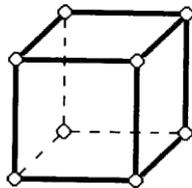

Рис. 5
**23. Каково координационное число кристаллической решетки, элементарная ячейка которой представлена на рис. 5?**